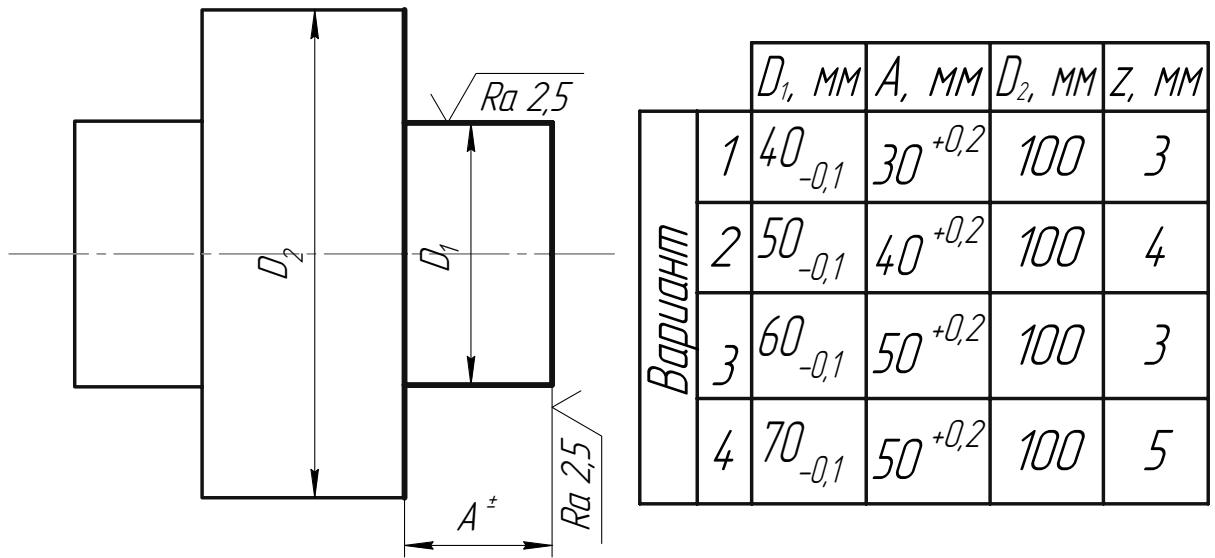

Рис. 1. Точение диаметров валов и подрезание торцов (z – припуск, мм)
Область операций (см. рис. 1...42, с. 9...36):
1. Точение диаметров валов (см. рис. 1).